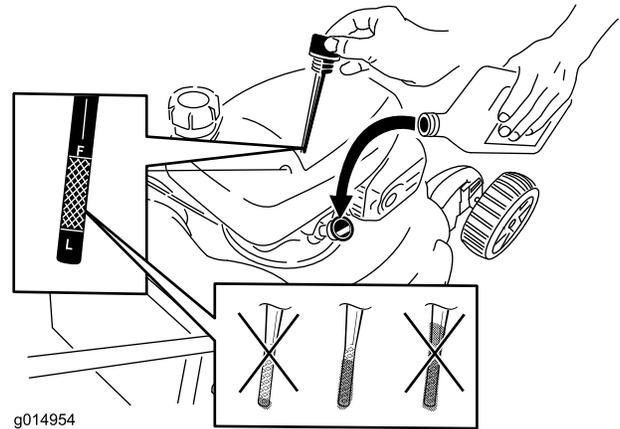

Рисунок 6
2. Извлеките щуп (Рисунок 6) и заполните маслом примерно 3/4 емкости картера через маслозаливную горловину.
5. Выньте щуп и проверьте уровень масла по щупу, см. Рисунок 6.
- Если уровень масла слишком низкий, медленно залейте небольшое количество масла в маслозаливную горловину и повторите действия 3 – 5, чтобы масло достигло требуемого уровня, как показано на Рисунок 6.